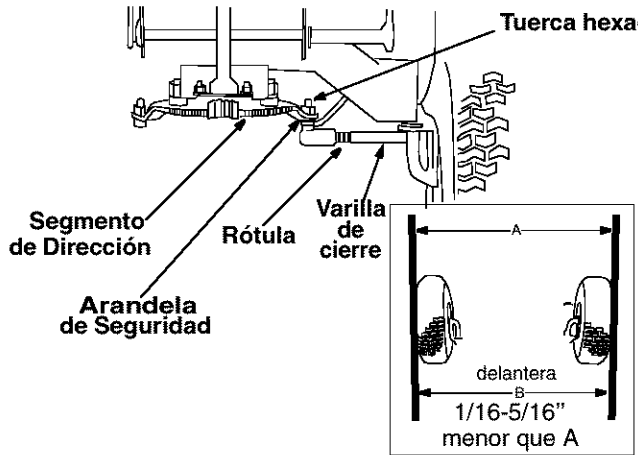

Figura 12
1. Retire la tuerca hex de 3/8" y la arandela que sostiene la rótula al segmento de la dirección. Ver Figura 12.
- Ajuste la rótula hacia adentro o afuera hasta que la convergencia sea aproximadamente 1/16-5/16" (Dimensión "B" debe ser aproximadamente 1/16-5/16" menor que la dimensión "A"). Ver Figura 12.